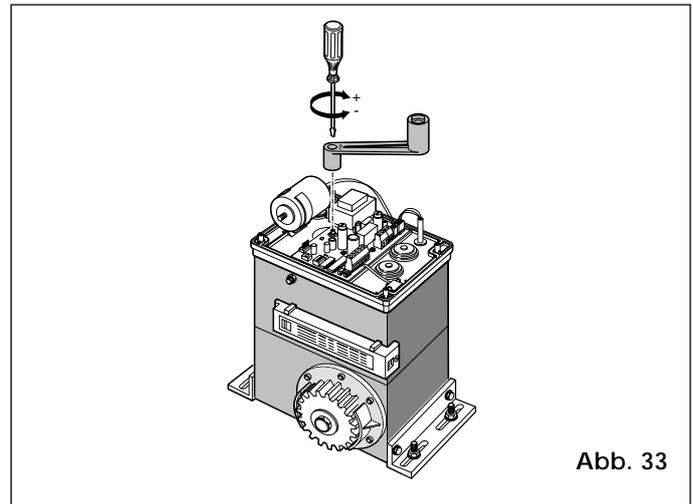

Abb. 33
- 1) Antriebswelle mit beigestelltem Hebel kontern und Einstellschraube der Kupplung gemäß Abb. 33 einregeln.